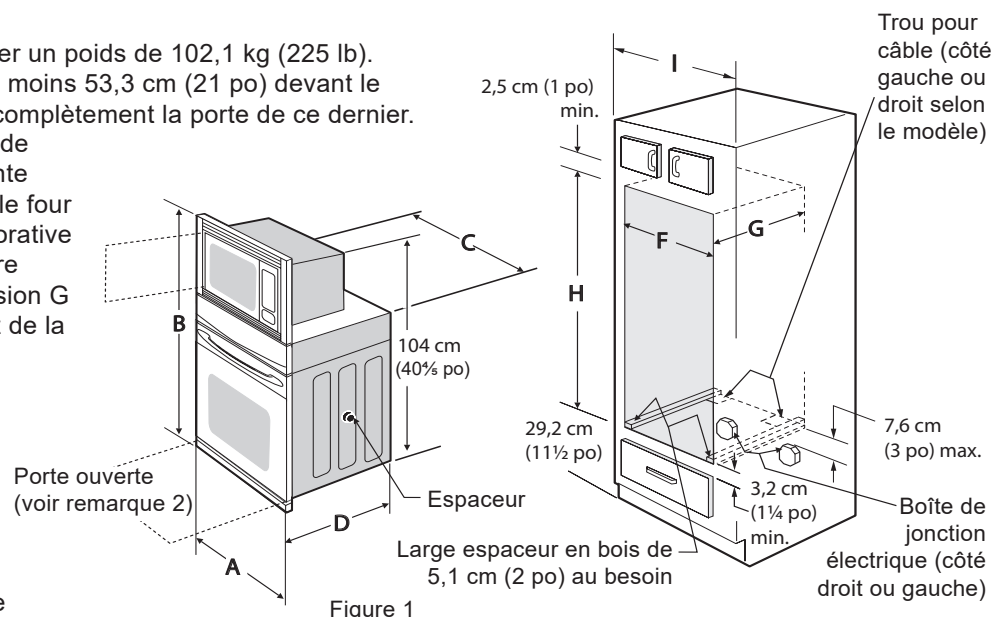

Figure 1
Reportez-vous à la figure 1 pour connaître les dimensions relatives à votre appareil, et l'espace nécessaire pour recevoir le four combiné. La surface de soutien du four doit être faite de contreplaqué solide ou d'un matériau comparable. Elle doit être de niveau, autant de la gauche vers la droite que de l'avant vers l'arrière.
2. Ces appareils doivent être raccordés à un boîtier de fusibles (ou de disjoncteurs) à l'aide d'un câble gainé non métallique ou armé flexible. Le câble armé flexible de l'appareil devrait être connecté directement à la boîte de jonction. La boîte de jonction devrait être située aux emplacements illustrés aux figure 1, et le câble reliant la boîte et l'appareil devrait être aussi lâche que possible pour permettre de déplacer l'appareil en cas de réparation.